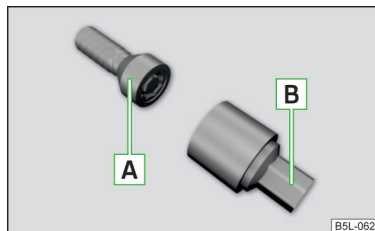

Fig. 212
Șuruburile de roată antifurt protejează roțile față de un furt. Aceste șuruburi pot fi slăbite, respectiv strânse cu ajutorul adaptorului [B] » fig. 212.
- Introduceți adaptorul [B] » fig. 212 cu partea dințată în coroana interioară dințată a șurubului de roată antifurt [A].